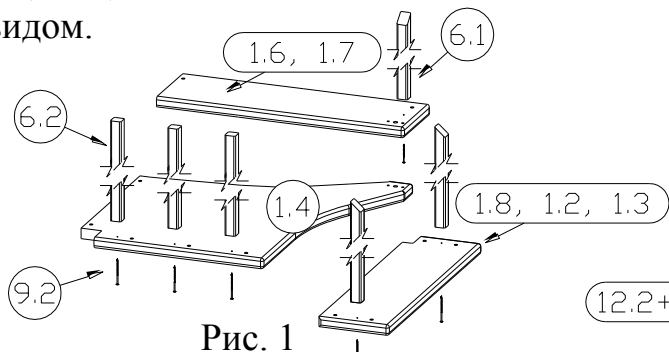

Рис. 1
- 3.3. Последовательность сборки лестницы приведена на рис. 1 - 9.